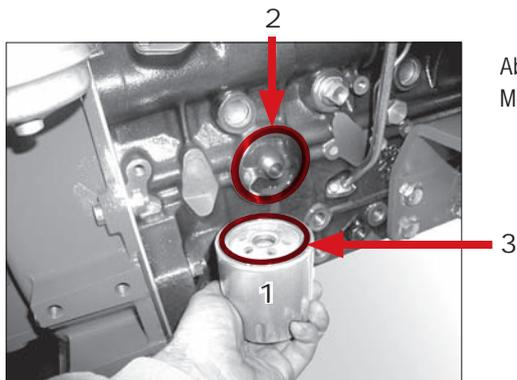

Abb. 58
3. Schrauben Sie den Motorölfilter Pos. 1 (Abb. 58) ab.
4. Reinigen Sie die Dichtfläche des Filterträgers Pos. 2 (Abb. 58).
5. Ölen Sie die Gummidichtung des neuen Motorölfilters Pos. 3 (Abb. 58) leicht ein.